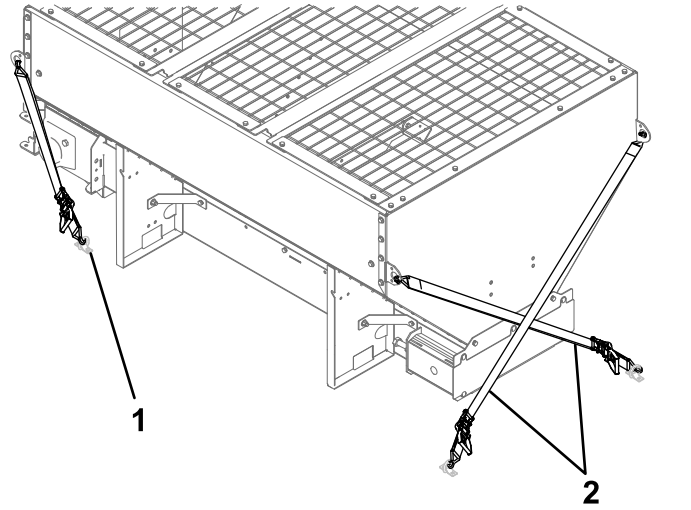

图10
1. 将棘轮带连接到撒布机上缘周围的 D 形环（图10）。
- 交叉靠近车辆驾驶室的箍带，并将他们连接到车箱对面与之对应的 D 形环（图10）。
- 将靠近车辆后部的箍带连接到车箱上最靠近他们的 D 形环（图10）。